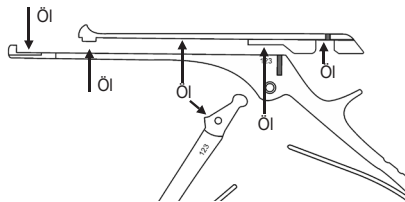

Abb. 7
- Bringen Sie das Instrumentenöl punktuell auf die zu öhlende Fläche auf (Abb. 7).